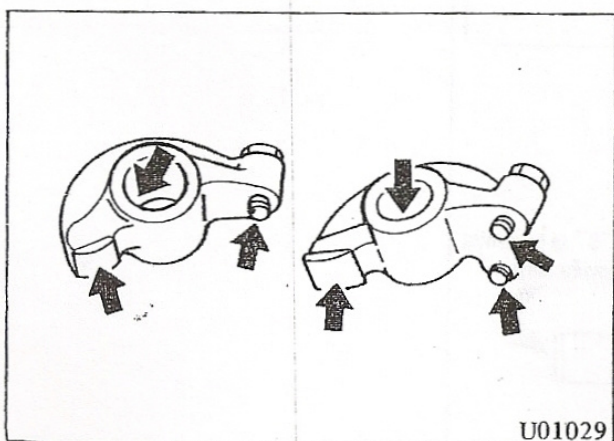

Fig. 29 Verificación de los brazos de balancín
1. Verificar las caras de los brazos de balancín indicadas mediante flechas en la Fig. 29. Si estuvieran muy gastadas o dañadas, cambiarlos.